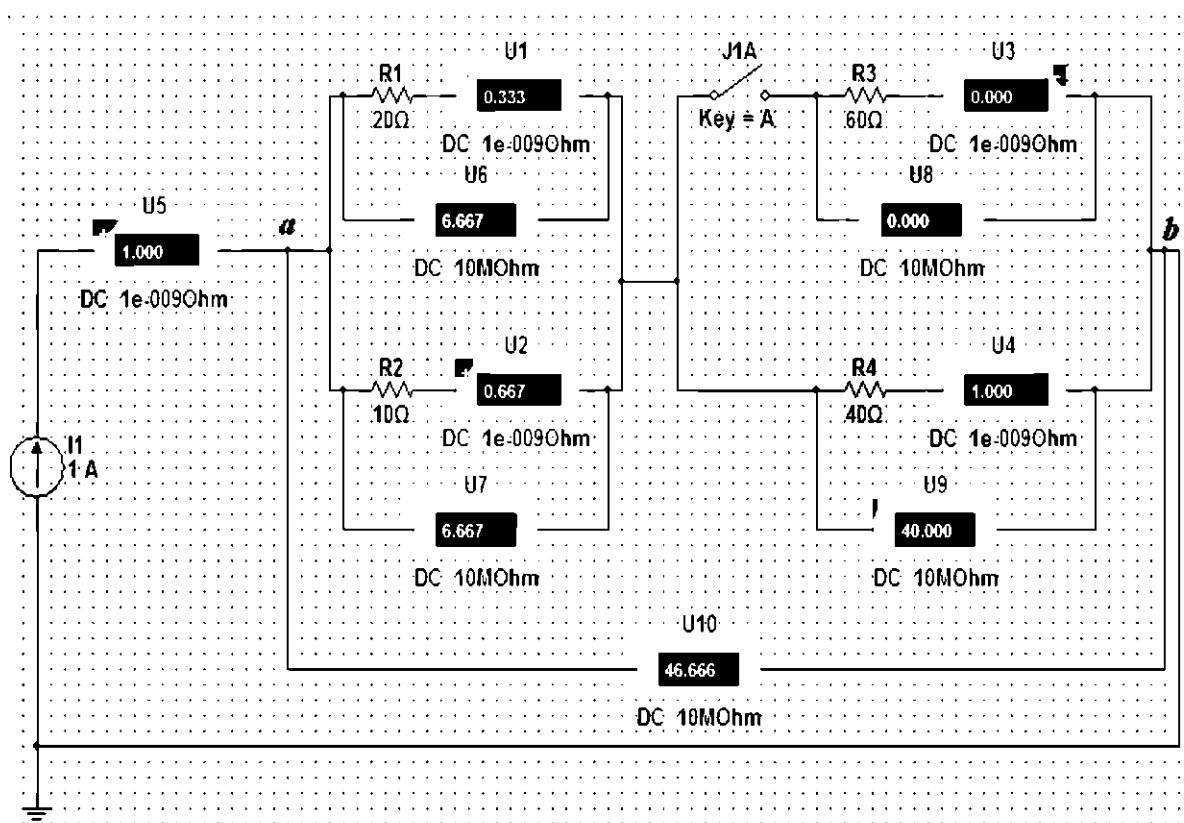

Рис. 1.7. Схема цепи
7. Заменить источник ЭДС на схеме источником тока (рис. 1.7).